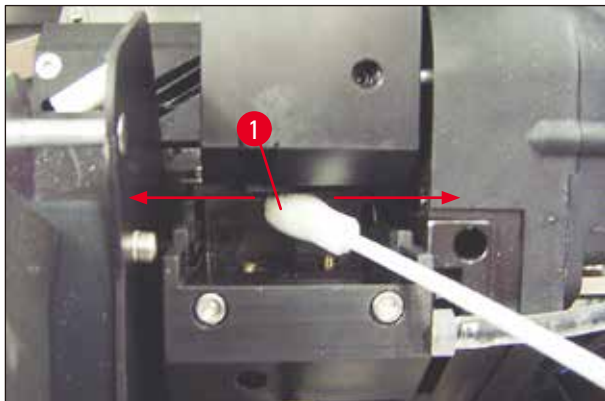

図 54
5. 綿棒を印字ヘッドの隙間に慎重に挿入します(→ "図 54")。軽く上方に(印字ヘッドに)押し付けながら、綿棒を前後に動かします(約 10 回)。この手順で、乾燥したインク残留物を取り除きます。